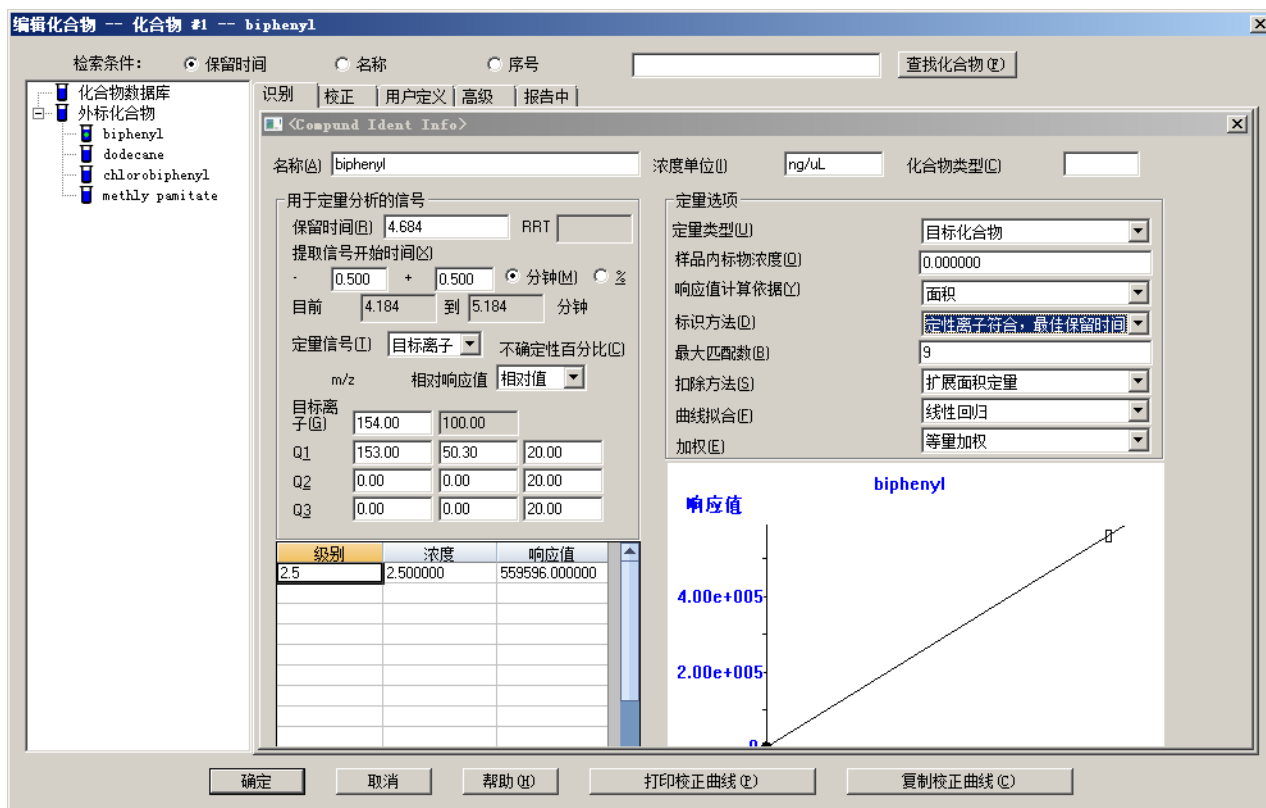

图 45 完成的定量数据库
- 9 在“将校正剂级别 5、10、25 和 50 添加到校正曲线中”下继续执行上述步骤，直到添加了所有的浓度级别。完成的校正曲线如第 118 页上的图 45 中所示。